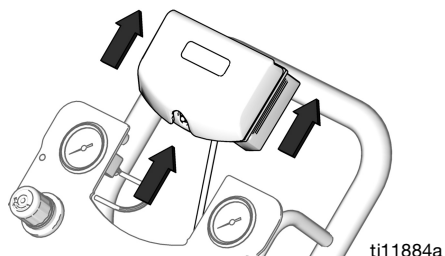

FIG. 10. Fjern DataTrak
3. Fjern DataTrak-modul fra beslagene. Se FIG. 10. Bring modulet og tilhørende kabel til et ikke-farligt sted.